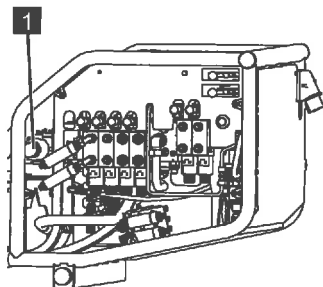

Abb. 174
7. Nach dem Notbetrieb das Ventil (Abb.174/1) gegen den Uhrzeigersinn entriegeln und die Abdeckhaube wieder anschrauben.